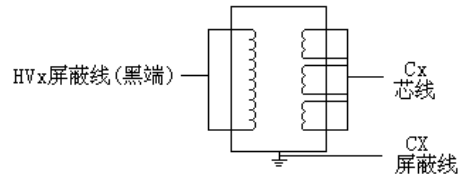

图9 CT接法
(1) 一次侧对二次侧
- A. 接线见图 9
(2) 一次侧对末屏
- A. 接线参考见图 9 Cx 芯线接末屏